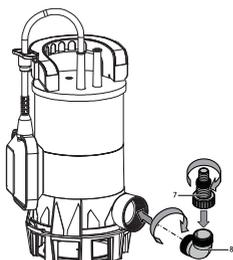

Abb. 1
1. Schrauben Sie das Winkelstück (8) auf den Anschluss mit 1 ½" Innengewinde (6).
2. Schrauben Sie das Reduzierstück (7) auf das Winkelstück (8). (siehe Abb.1)